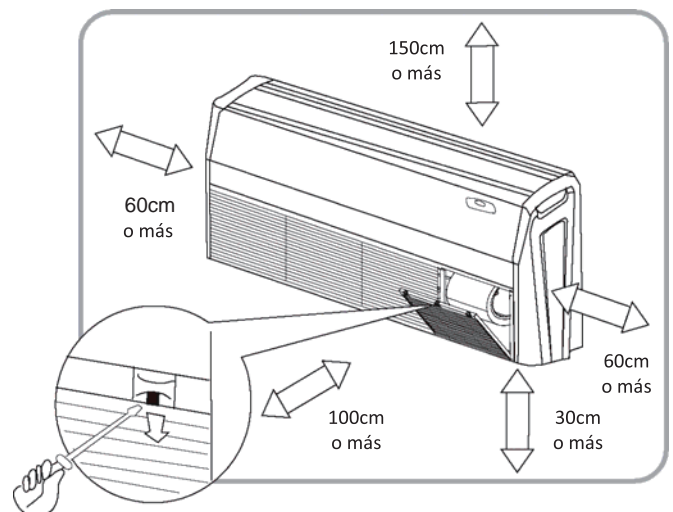

Fig. 23
- El espacio alrededor de la unidad debe ser adecuado para su ventilación. (Ver Fig. 23)